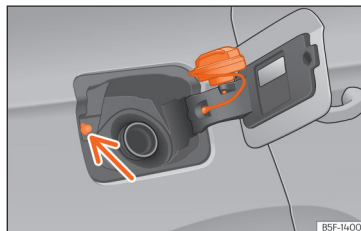

Fig. 205 Clapeta rezervorului de combustibil cu bușonul atașat.
- Așezați bușonul în spațiul din balamaua clapetei deschise » **fig. 205.**
Evitați să atingeți butonul de blocare a clapei rezervorului de combustibil >>> **fig. 205** (săgeată). Sistemul va considera că ați terminat și nu veți putea continua realimentarea. Apăsați butonul de pe ușa șoferului din nou pentru a continua.